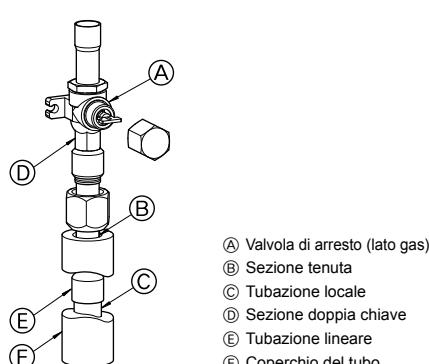

Fig. 4-3
③ Per il collegamento delle tubazioni lato gas, procedere nel modo seguente. (Fig. 4-3)
- Brasare la tubazione lineare (E) per l'unità esterna con materiale di brasatura da procurarsi e la tubazione locale (C) senza ossigeno.
- Collegare la tubazione lineare (E) alla valvola di arresto lato gas. Serrare il dado svasato con due chiavi.